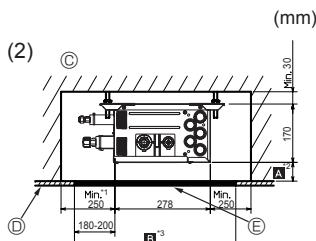
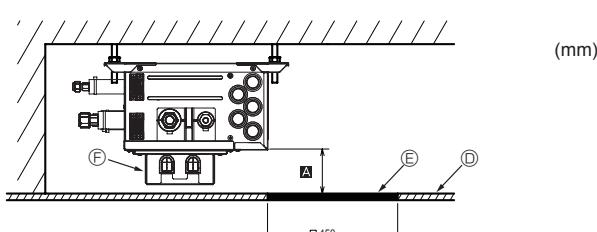

Fig. 4-7
Fig. 4-9
(2) Seitenansicht (Fig. 4-7, Fig. 4-8, Fig. 4-9)
Zum Installieren des optionalen Reaktorkastens auf Min. 270 mm <Empfehlung> einstellen (Fig. 4-9). Ⓐ
Bei "□ 450" bereiten Sie eine Wartungsöffnung an einer PCB-Seite vor (wie in Fig. 4-8, Fig. 4-9 gezeigt), und "Min. 300 mm" ist für den Abstand Ⓐ erforderlich.